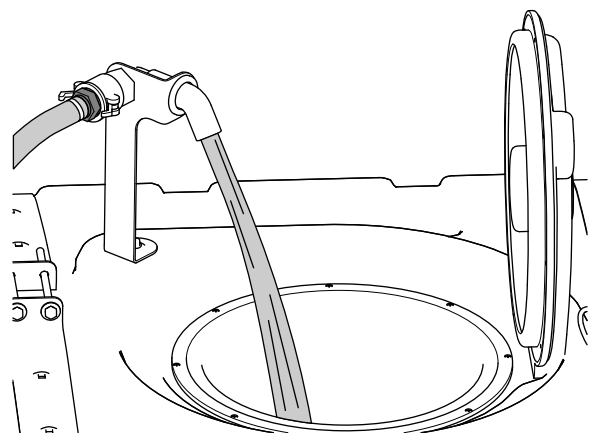

Figura 72
5. Añada 3/4 de la cantidad de agua necesaria al depósito de fumigación (Figura 72).